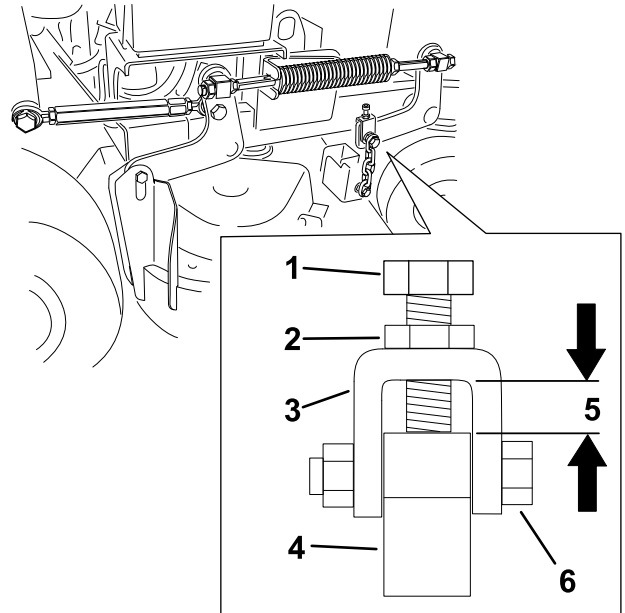

Bild 79
Hinweis: Der Abstand muss 11 mm sein, siehe Bild 79
6. Lösen Sie die obere Kettenschraube, wenn eine Einstellung erforderlich ist (Bild 79).
7. Lösen Sie die Klemmmutter und stellen Sie die Schraube ein, um den richtigen Abstand zu erhalten, der in Bild 79 dargestellt ist.